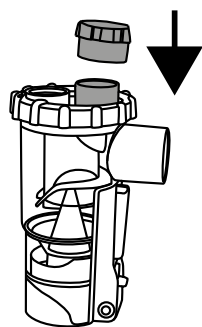

Bild 16
- Zur Erhöhung des Atemwiderstands können Sie den Atemtrainer auf das Ausatemventil am oberen Teil des Verneblers stecken (Bild 16).